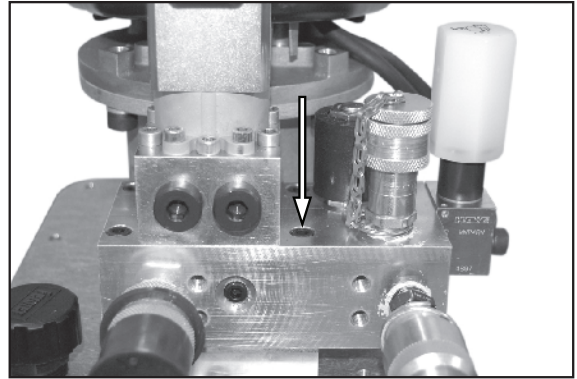

Figura 72.
3. Vedere la Figura 72. Rimuovere i quattro bulloni del gruppo collettore e rimuovere il gruppo collettore.